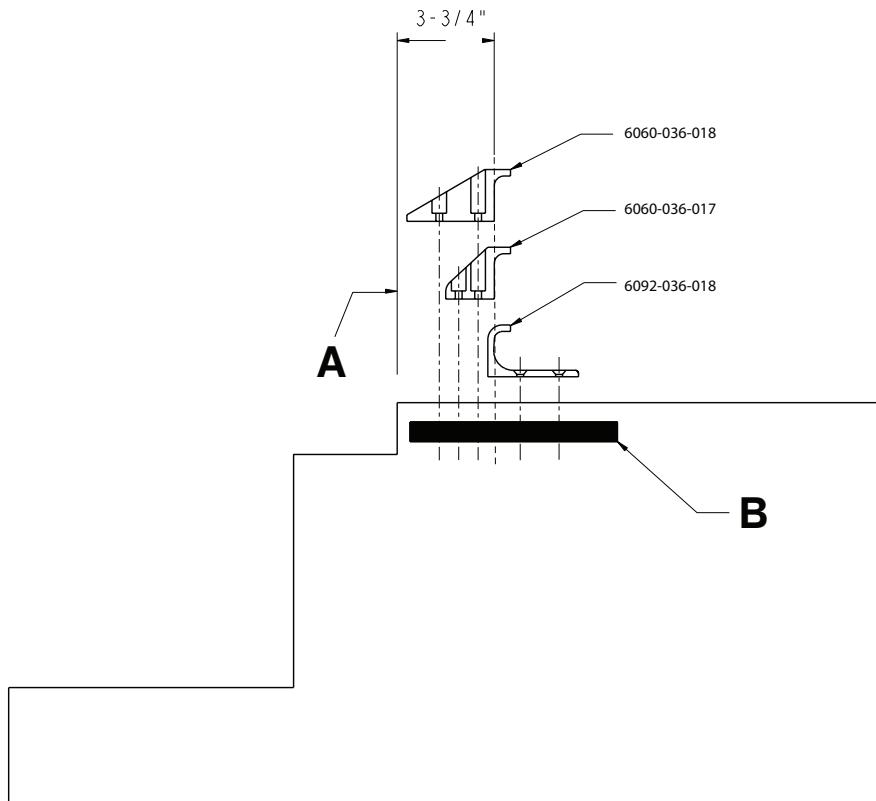

Figura 4 – Posizionamento del gancio di sicurezza del veicolo
2. Posizionarlo a una distanza di almeno 3-3/4 pollici (9,5 cm) dal margine guida della soglia dello sportello (A) (Figura 4). La distanza minima consigliata dalla scanalatura interna del gancio di sicurezza è 3-3/4 pollici (9,5 cm).